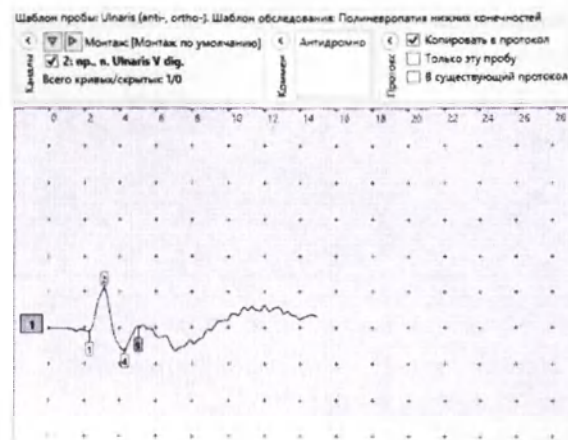

Рис. 55 Зарегистрированный ответ
10. Сохраните зарегистрированный ответ, нажав кнопку «ОК» (рис. 55).